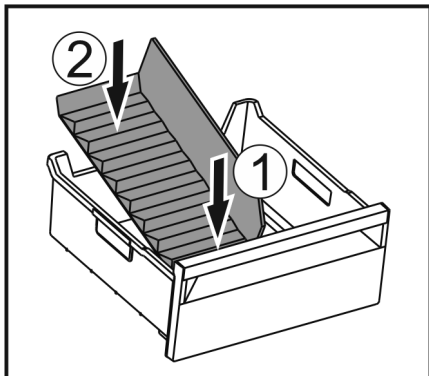

Fig. 71
- ▶ Inserire la parte anteriore del divisore dello scomparto del ghiaccio. Fig. 71 (1)
- ▶ Abbassare la parte posteriore del divisore dello scomparto del ghiaccio fino al fondo del cassetto. Fig. 71 (2)